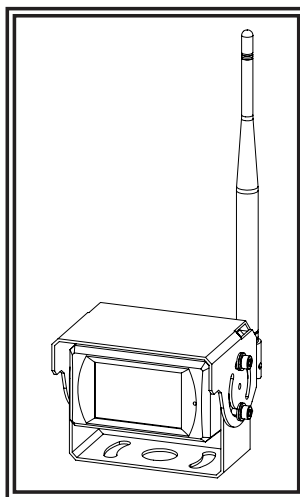

Abbildung 7
5. Bringen Sie die Antenne so an, dass sie vertikal ausgerichtet ist, wie in Abbildung 7 dargestellt.